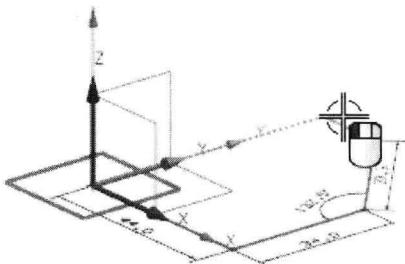

图1-7 创建沿-X方向水平线
- 沿着-X方向移动鼠标，当看到点辅助线时，单击屏幕位置，确保线的端点垂直于点辅助线，如图1-7所示。